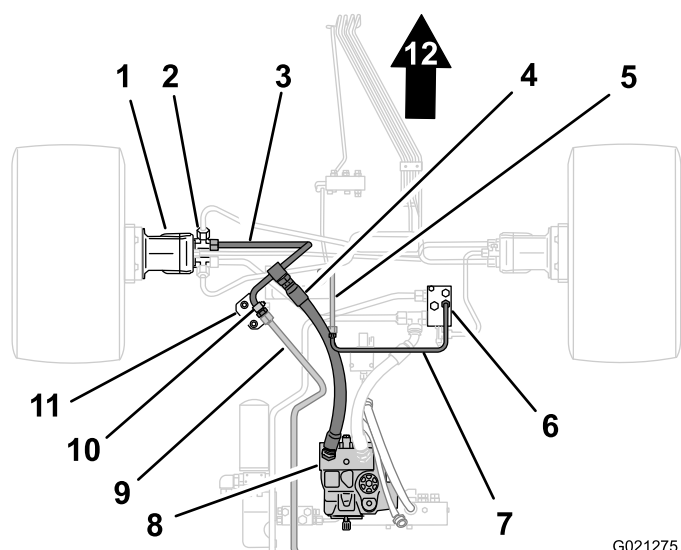
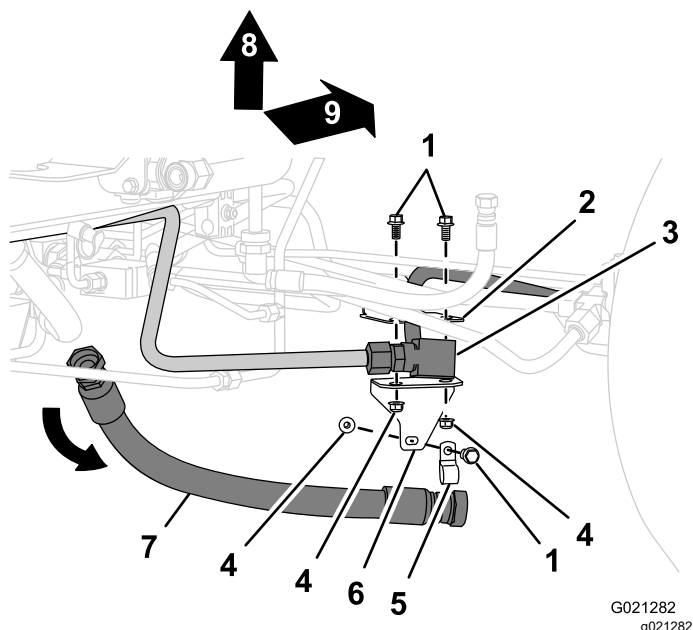

Рисунок 2
Рисунок 3
1. Установите сливной поддон под передний конец напорного шланга (Рисунок 2).
2. Отсоедините передний конец напорного шланга от штуцера трубки делителя и дайте гидравлической жидкости стечь из шланга и трубки (Рисунок 2).
3. Отсоедините задний конец напорного шланга от штуцера гидравлического насоса и демонтируйте напорный шланг (Рисунок 2 и Рисунок 3).
2. Отверните гайку поперечной трубки от штуцера на заднем коллекторе тяги (Рисунок 2).
3. Отверните гайку трубки фильтра от штуцера на поперечной трубке и демонтируйте поперечную трубку (Рисунок 2).
1. Отверните болт и гайку, которые крепят трубку делителя к кронштейну трубки, и демонтируйте хомут (Рисунок 3).
2. Отверните 2 болта и 2 гайки, которые крепят кронштейн трубки к кронштейну ходовой части (Рисунок 3).
2. Отверните гайку трубки делителя от тройника переднего левого тягового двигателя и демонтируйте трубку с машины (Рисунок 2).